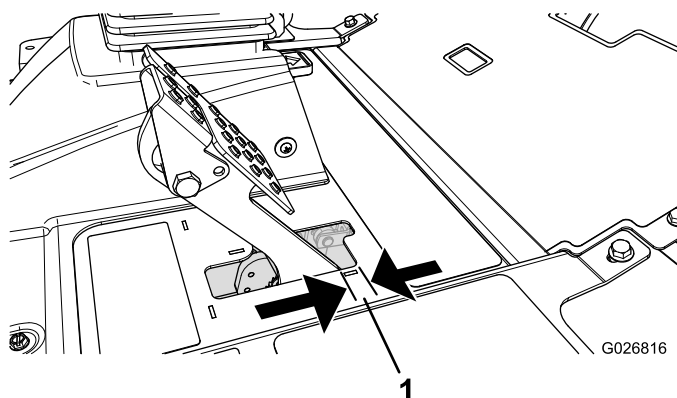

Figura 67
Ajuste os travões se o pedal do travão apresentar uma folga superior a 2,5 cm (Figura 67) ou quando os travões não funcionarem de forma eficaz. Folga é a distância percorrida pelo pedal antes de se verificar qualquer resistência ao movimento.
2. Aperte a porca traseira para deslocar o cabo para trás até que os pedais dos travões apresentem uma folga de 0,63 a 1,27 cm (Figura 67), antes de a roda bloquear.